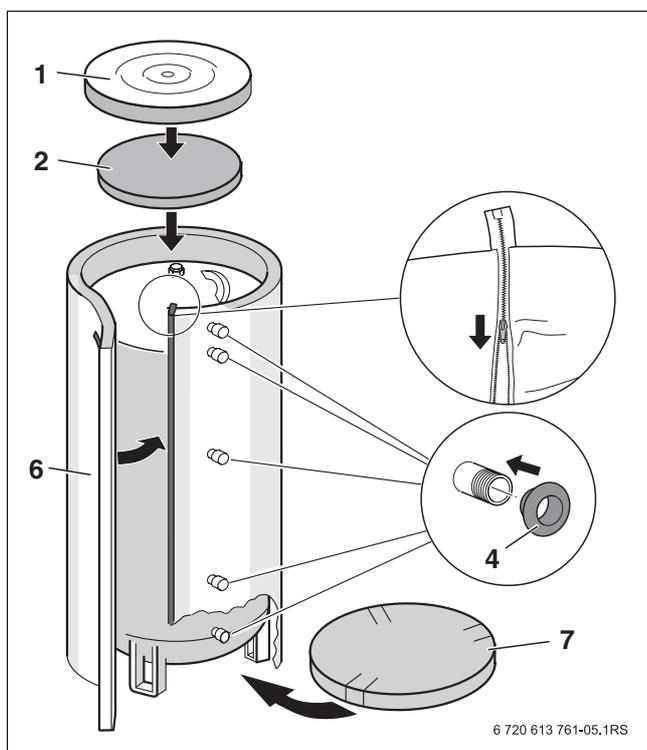
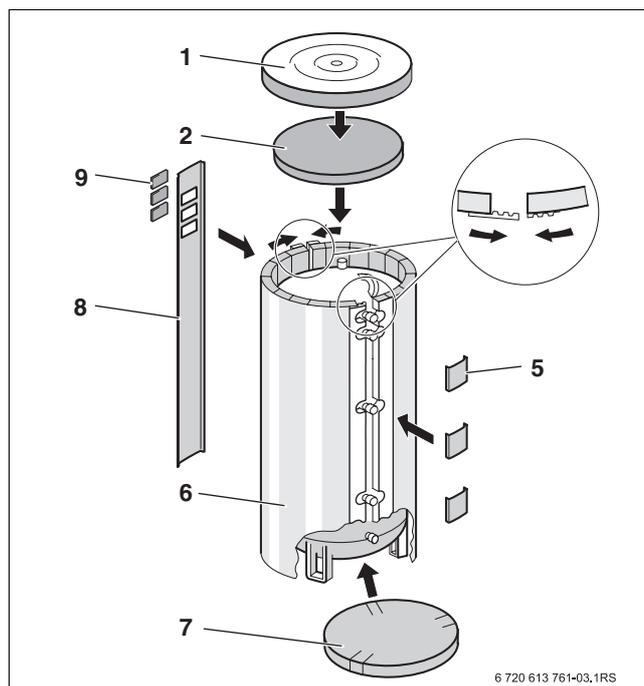

Fig. 7 Montaggio dell'isolamento termico per P 500/750/1000 S-80
Fig. 8 Montaggio dell'isolamento termico per P 500/750/1000 S-120
- ▶ Applicare sotto il bollitore l'isolamento inferiore in espanso elastico (→ fig. 7 e fig. 8, (7)) con i fori per i piedini regolabili.
- ▶ Inserire l'isolamento termico superiore (fig. 7 e fig. 8, (2)) e posizionare il coperchio accumulatore (→ fig. 7 e fig. 8, (1)). Durante l'operazione fare attenzione a eseguire un isolamento termico completo dell'accumulatore.